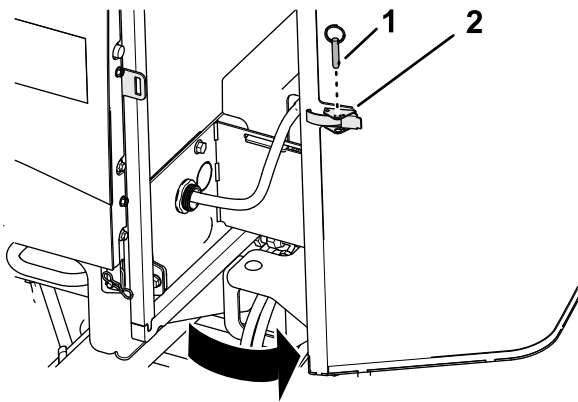

Figura 60
1. Retire o pino esférico do trinco do filtro (Figura 60).